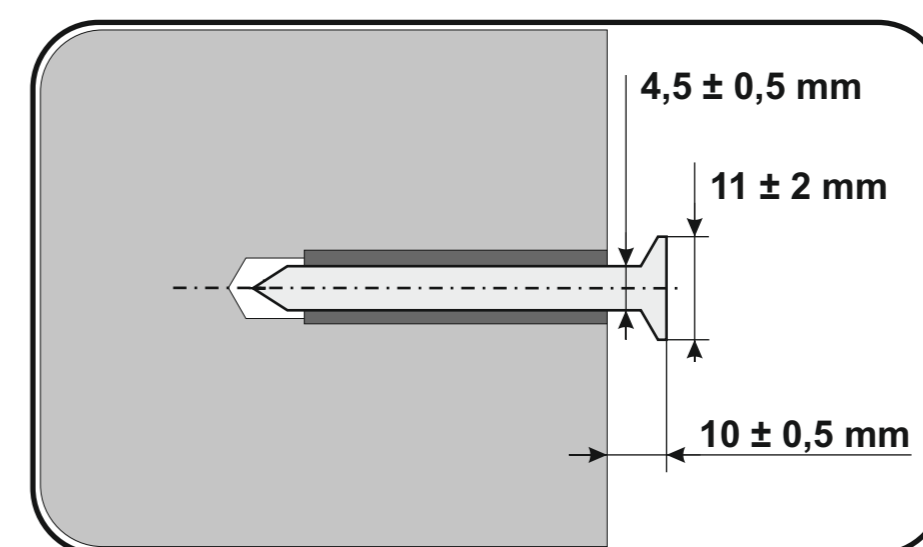

Рис.1
3. Просверлите отверстия для двух анкерных болтов согласно разметке и Рис. 1. Диаметр отверстия должен соответствовать диаметру анкера.
7. Установите два анкерных болта. Убедитесь, что длина, на которую болты выступают из стены, соответствует Рис. 1.